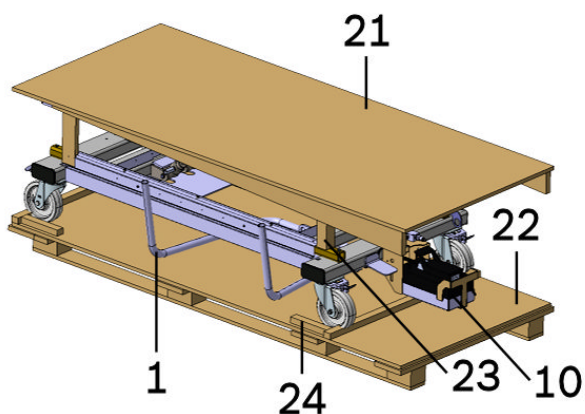

Figura 8: Piano elevatore a pantografo sul pallet
1. Rimuovere i listelli di legno (24) dalle ruote per carrello (6) (vedere Figura 8).
2. Spingere verso l'alto il pedale del freno (12) per rilasciare i freni.
3. Tenere l'impugnatura (1). Lentamente, far scendere il piano elevatore a pantografo lungo la rampa (21) con l'aiuto di un assistente.
2. Rimuovere i pioli di legno (23) dal piano elevatore a pantografo (vedere Figura 8).